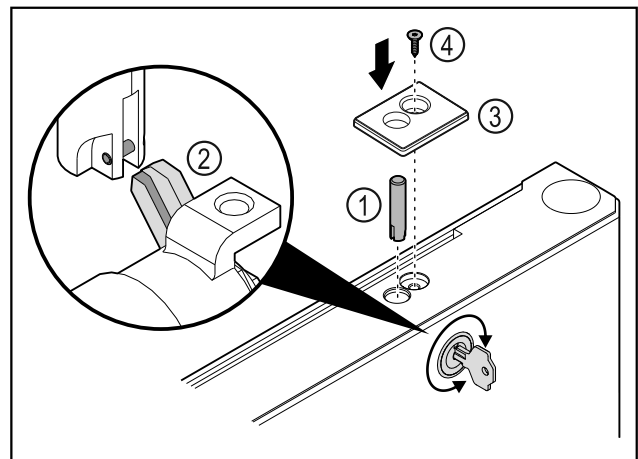

Fig. 47
- Inserire il perno della serratura Fig. 47 (1).
- Ruotare leggermente la serratura in modo che il rispettivo perno Fig. 47 (2) si innesti nella fessura della serratura.
- Inserire la copertura Fig. 47 (3).
- Inserire la vite Fig. 47 (4).